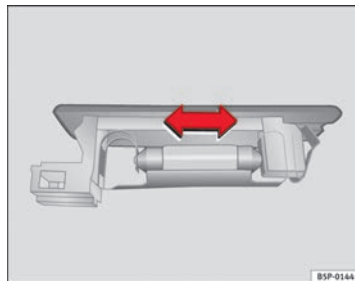

Fig. 157 Éclairage du coffre à bagages
- Appuyez sur l'ampoule latéralement et retirez-la du logement ⇒ fig. 157. ■